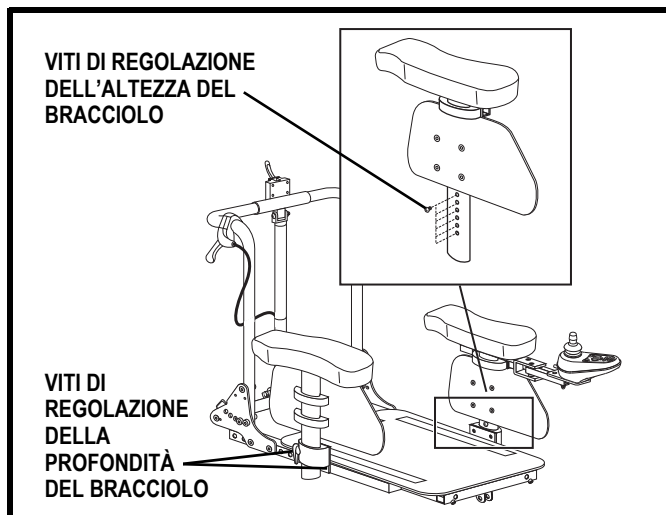

Figura 13. Braccioli regolabili in altezza e profondità
3. Riposizionare le viti di regolazione all'altezza desiderata. **Vedere figura 13.**
1. Allentare le due viti sotto il blocco di acquisizione del bracciolo. **Vedere figura 13.**